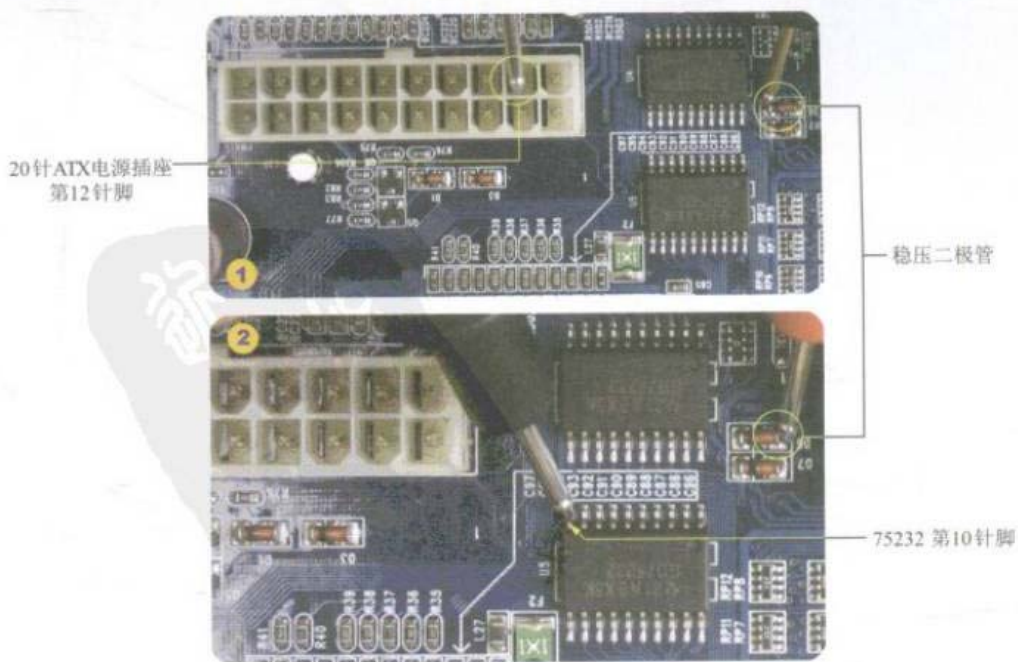

图5-39 测量串口管理芯片的-12V供电电路
**Step 02** 测量20针ATX电源插座第12针脚经过二极管到串口管理芯片（75232）的线路，如图5-39所示。